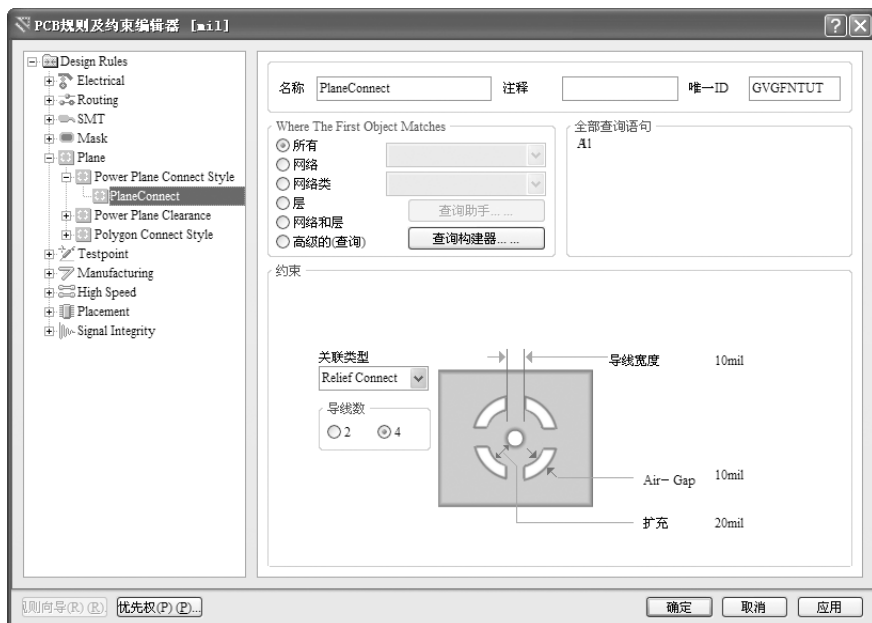

图 9-20 “Power Plane Connect Style” 页面
1) “Power Plane Connect Style”（电源层连接类型规则）：用于设置电源层的连接形式，如图 9-20 所示为该规则的页面，在该界面中可以设置中间层的连接形式和各种连接形式的参数。